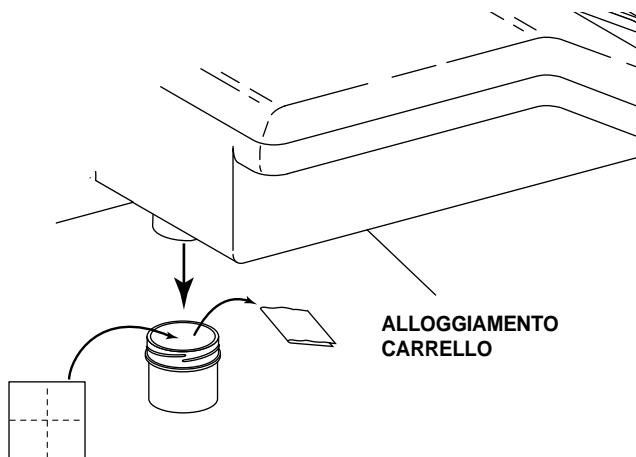

Figura 12. Collettore di raccolta olio
1. Rimuovere il bicchiere del collettore di raccolta olio dal riunito e provvedere allo smaltimento della vecchia compressa di garza (*vedere la Figura 12*).